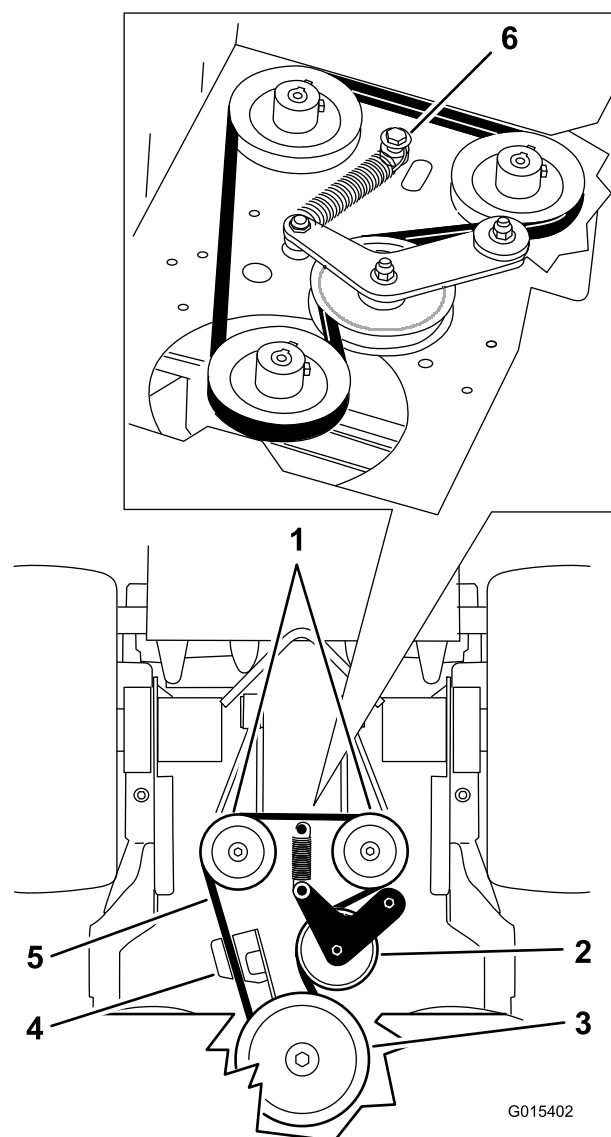

Figure 68
- Retirez le boulon à épaulement, l'écrou et la rondelle du plancher moteur fixés au ressort (Figure 68).
- Déposez la courroie d'entraînement de la pompe (Figure 68).
- Placez le ressort sur le boulon à épaulement et la rondelle, et fixez-le au plancher moteur avec l'écrou (Figure 68).